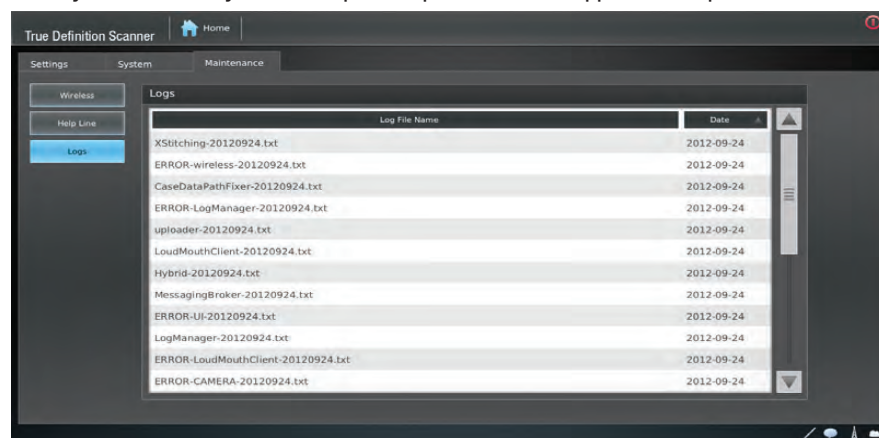

Figure 18. Maintenance — Journaux
- Lorsque l'utilisateur appuie sur le bouton **Initier la sauvegarde**, la fenêtre contextuelle illustrée à la figure 18 continue de s'afficher quel que soit l'état de la sauvegarde. L'état d'avancement n'est visible **que** par le représentant du support technique. Ne pas arrêter le système avant d'y être invité par le représentant du support technique.